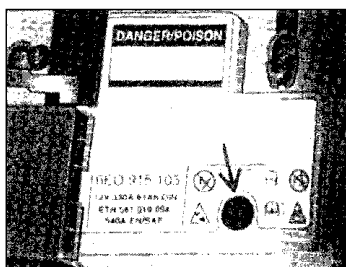

图 1-10 蓄电池的魔术眼
2) 带魔术眼的蓄电池。蓄电池顶部有一圆形视窗, 称为魔术眼, 如图 1-10 所示, 该魔术眼的颜色随充电状况及电解液液位而变。气泡可能会使颜色失真, 因此, 应将气体排空。